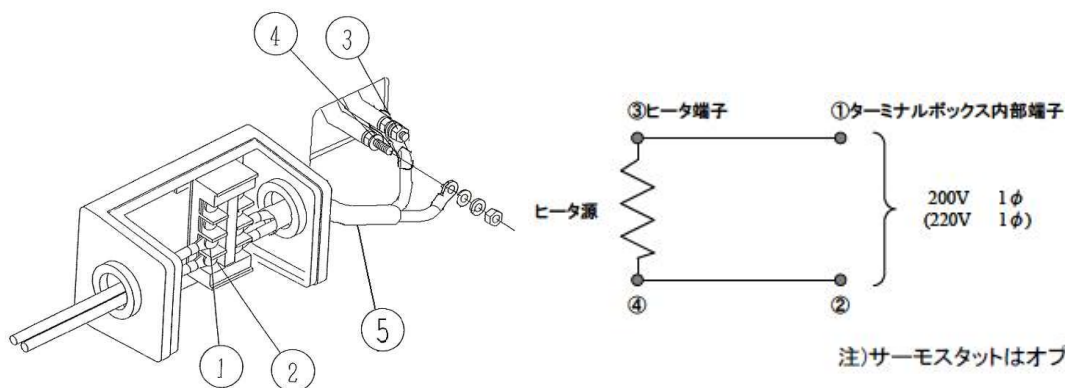

図 16 ULK-10A,ULK-14A ターミナルボックス内の配線施工図
(1) 図 16
- (2) 図 16
- (3) 図 16